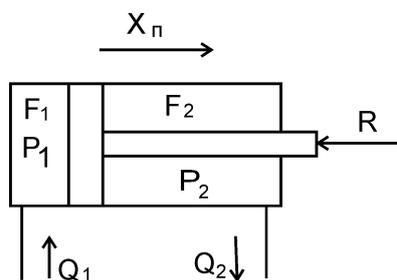

Рис. 4.
2. Составить уравнения расходов для поршневой и штоковой полостей гидроцилиндра (рис. 4).